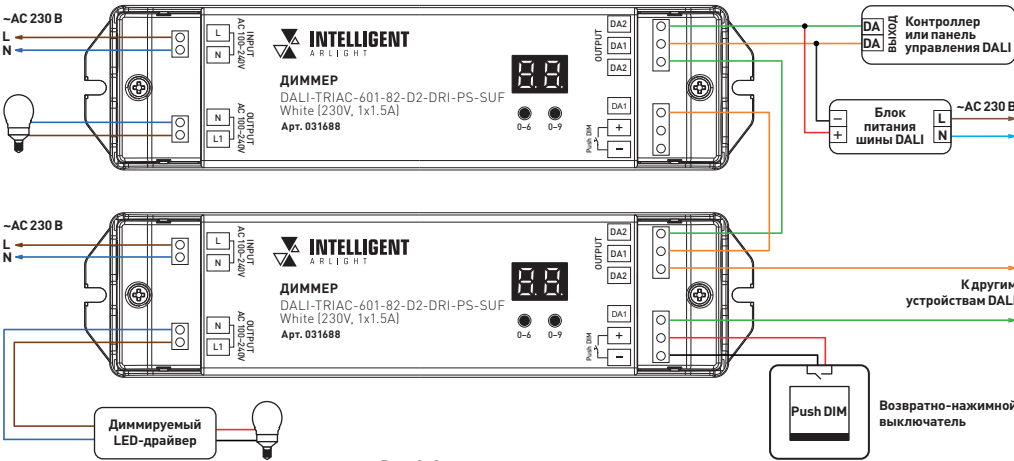

Рис. 2. Схема подключения диммера
- 3.4. Подключите диммер в соответствии со схемой на рис. 2.